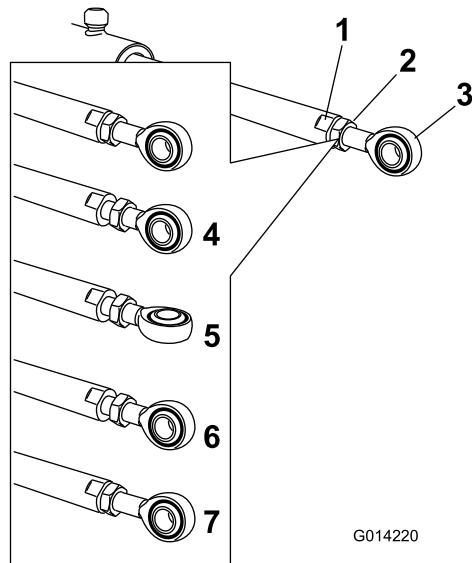

図 94
5. アクチュエータロッドの平たい面にスパナをあてがって回転しないように押さえ、ジャムナットをゆるめて、アイレットロッドを回せるようにする図 94。
6. アイレットロッドを回転させてアクチュエータを希望の長さに調整する図 94。